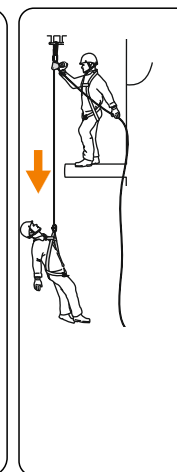

рис. 11
2. Присоедините пострадавшего (рис. 11).